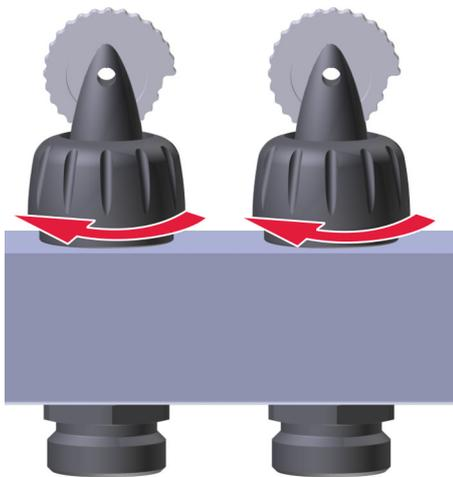

Abb. 64: Handverstellungen entfernen
1. ➤ Um die Handverstellungen zu entfernen, Gewinde der Handverstellungen in Pfeilrichtung (Abb. 64/roter Pfeil) aufdrehen.